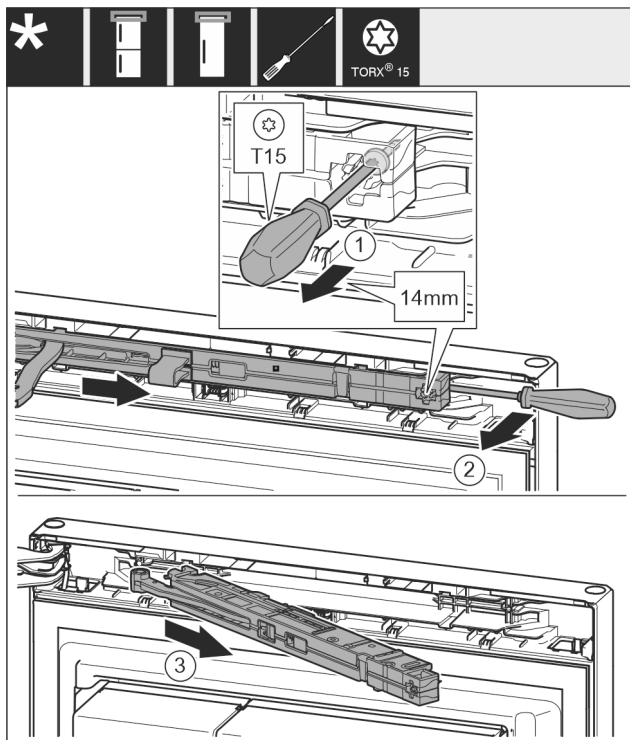

Fig. 10
- ▶ Desfaceţi aprox. 14 mm şurubul de la unitatea amortizorului de închidere cu şurubelniţa T15. Fig. 10 (1)
- ▶ Introduceţi o şurubelniţă pe partea mânerului în spatele unităţii amortizorului de închidere şi rotiţi unitatea spre înainte. Fig. 10 (2)
- ▶ Extrageţi unitatea amortizorului de închidere. Fig. 10 (3)